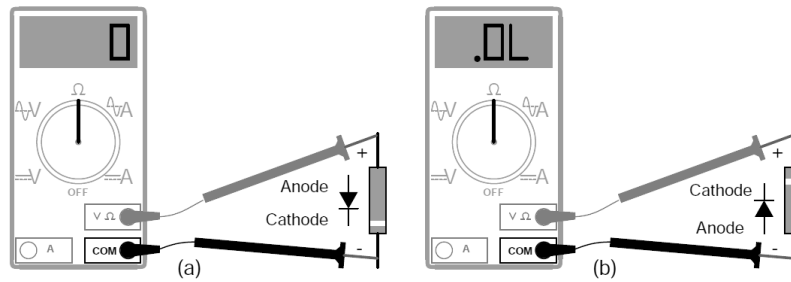

Figura 76: Exemplo de verificação de polaridade
- Verifique a polaridade do diodo como apresentado na Figura 76. Pode utilizar a função “Diode”.